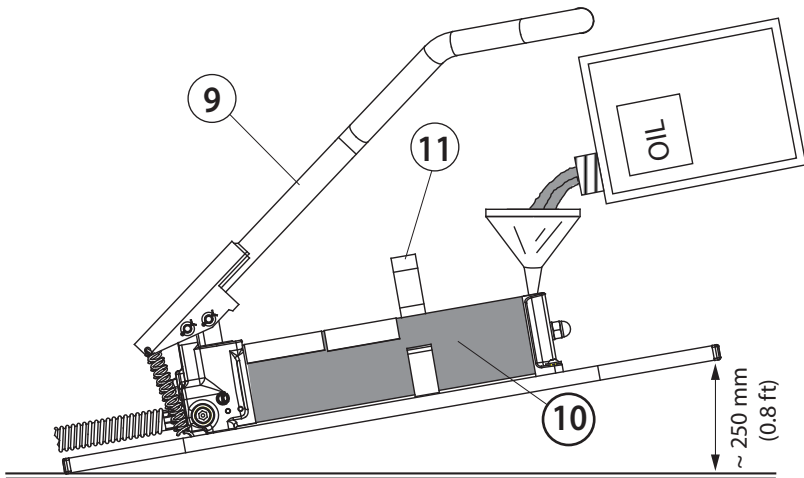

FIG. 5 OIL TOP UP
4.1) Rabbocco dell'olio (Rif. a Fig. 5)
- Mettere la pompa in posizione inclinata; questa semplice operazione facilita la fuoriuscita dell'aria e permette di ottenere un migliore riempimento del serbatoio (10).
- Liberare il pedale (9) dalla molla di aggancio (11) rendendo accessibile il tappo (14).
- Avvitare il tappo (14) e serrarlo a fondo.